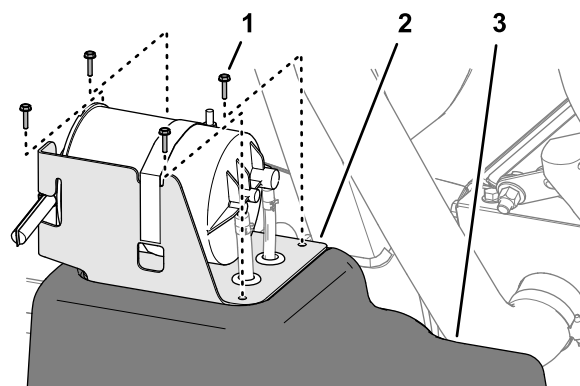

Figura 89
5. Allineate i fori nella staffa del canister a carboni attivi con i fori nel serbatoio del carburante (Figura 89).
6. Montate la staffa sul serbatoio (Figura 89) con le 4 viti (#10 x 3/4").